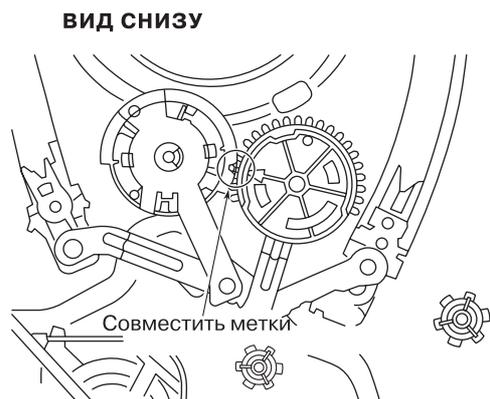

Рис. 3. Фазировка узлов заправки ленты (в положении расправленной ленты)
5. Устанавливаются узлы привода приемной и подающей стоек, шестерни которых фазированы в соответствии с рис. 3.